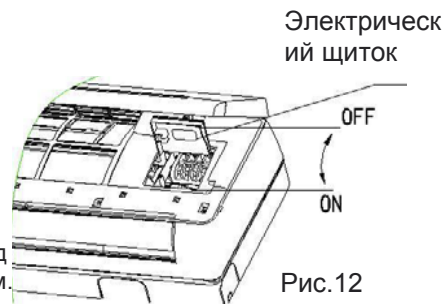

Рис.12
- Ослабьте винт на соединительной крышке. (Рис.12)
- Подключите соединительные провода питания и провод управления сигналом отдельно к соответствующим клеммам. (См. рис.14, рис.12)